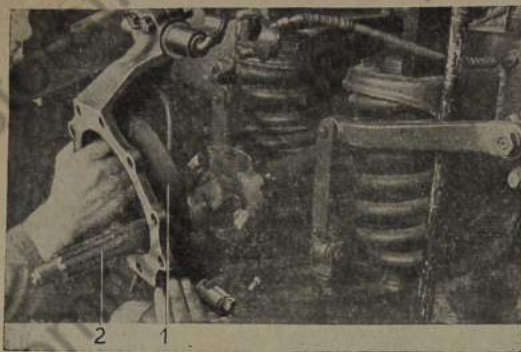

Bild 697: Radtragschild abnehmen
4. Durch leichte Hammerschläge die Querlenkerdeckel (696/3) lösen. Radtragschild abnehmen (Bild 697). Lagerbolzen aus dem Radtragschild herausschlagen.